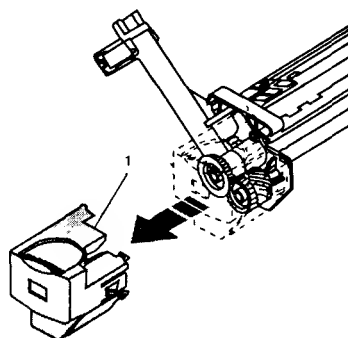

Рис. 7.19
2. Плоской отверткой или пальцами отожмите защелки и снимите крышку с картриджа светобарабана (рис. 7.19).